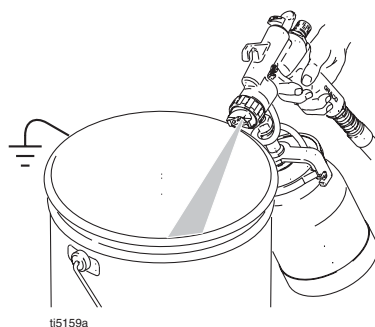

Рис. 22
- 3 Поверните ручку-регулятор выбора формы (A) в положение RND для создания круглой формы. Для уменьшения распыления растворителя наполовину откройте клапан регулировки воздуха (B).
- 6 Крепко прижмите пистолет к боковой стороне заземленной емкости, включите пистолет и направляйте струю в емкость до тех пор, пока из пистолета не пойдет чистый растворитель. Рис. 22.